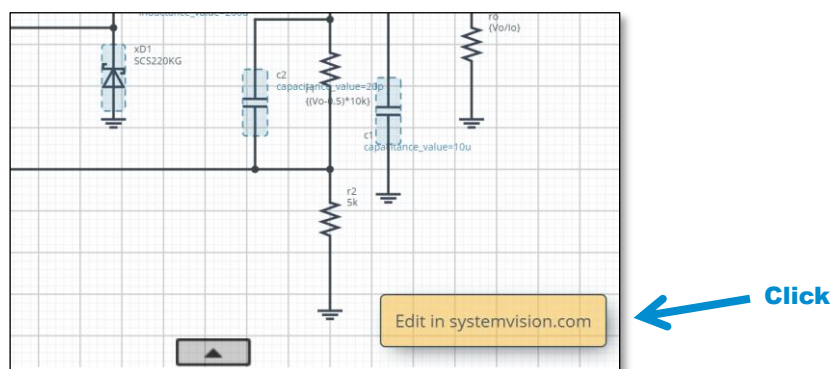

Figure 4. 回路図の右下にある 'Edit in SystemVision.com' をクリックすると SystemVision®Cloud へ回路データを自動的にエクスポートします
1. 回路図の右下にある 'Edit in SystemVision.com' をクリックすると SystemVision®Cloud へ回路データを自動的にエクスポートします (Figure 4)。